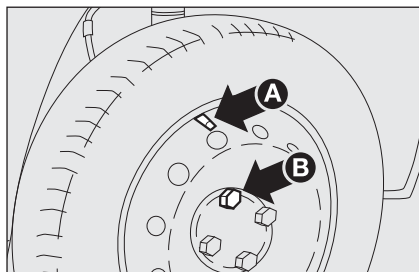

fig. 10
- ☐ monte la rueda normal introduciendo el primer espárrago **B-fig. 10** con 2 vueltas en el orificio más cercano a la válvula de inflado **A**;